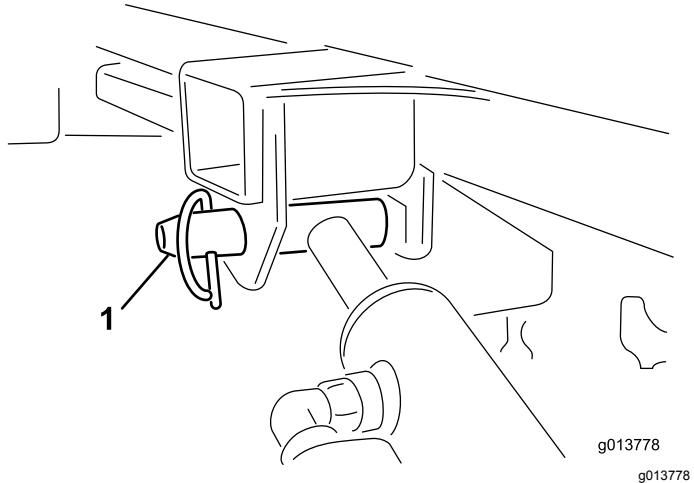

Рисунок 51
- Удерживайте подъемный цилиндр одной рукой. Другой рукой извлеките стопорный штифт, фиксирующий цилиндр (Рисунок 51).